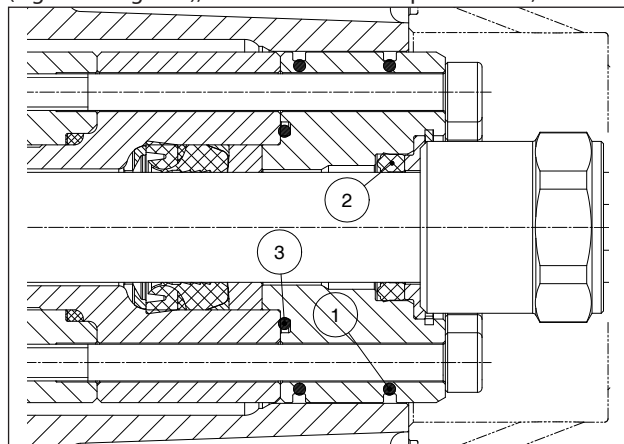
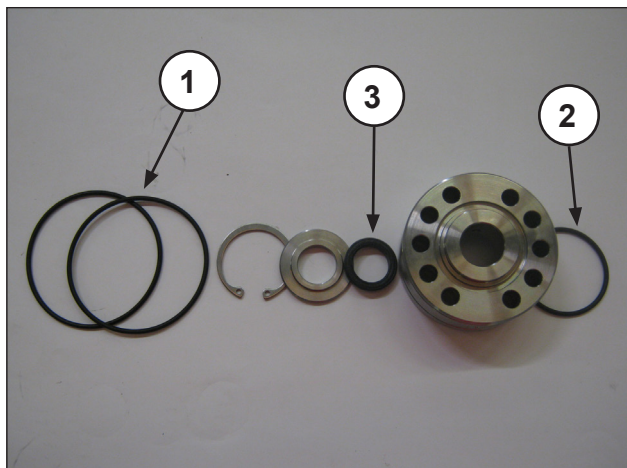

Fig. 141
Fig. 142
Remonte o grupo de suporte das juntas de estanqueidade (Fig. 141 e Fig. 142), substituindo os componentes ①, ② e ③.